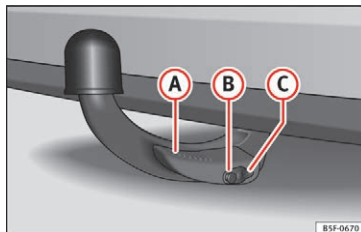

Fig. 229 Korrekt fastgjort aftageligt kuglehoved
- Armen (A) » Fig. 229 er helt løftet.
- Oplåsningsstiften (B) » Fig. 229 rager helt frem (den rød-grønne del er synlig).
- Afdækningen (C) » Fig. 229 sidder på låsen.